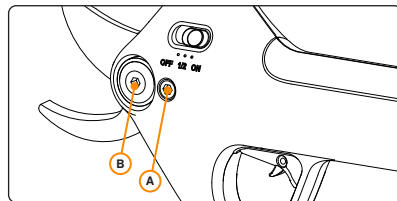

Figura 7. Rimozione del coperchio dell'ingranaggio.
2. **Rimuovere il coperchio dell'ingranaggio.** Svitare (2) viti a brugola da 4 mm come mostrato nella Figura 7